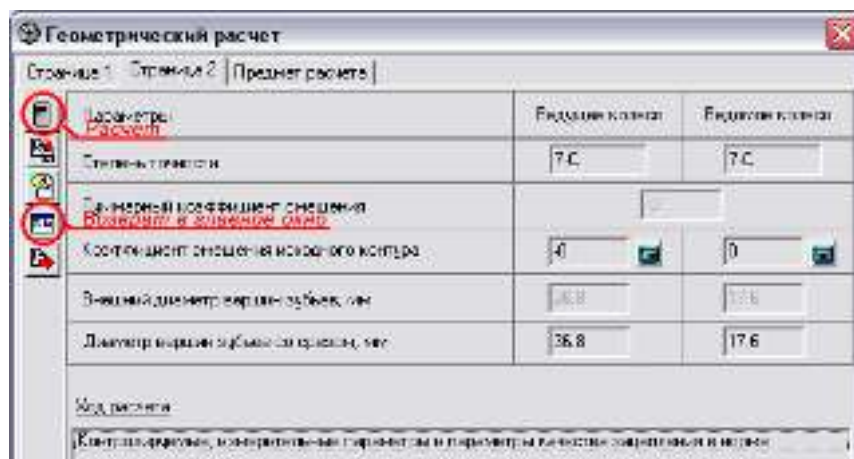

Рисунок 1.17 - Сторінка 2 геометричного розрахунку
5. На першій сторінці задайте число зубів, модуль, ширину зубчастого вінця, діаметр вершин коліс. Там, де є кнопка з калькулятором зеленого кольору (як наприклад, у п. **10. Діаметр ролика**) натисніть її й виберіть рекомендоване значення. Після заповнення всіх полів, перейдіть на вкладку **Сторінка 2** (рис. 1.17).